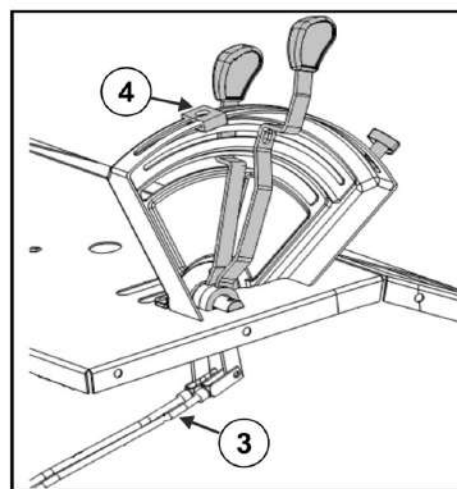

Рис. 4-31
* Скорректировать сцепление рычагов позиционного и силового регулирования при помощи сцепки (3 Рис. 4-31).
* Использовать позиционный бегунок для того чтобы отметить положение рычага силового регулирования (4).
* Использовать ограничитель для сохранения положения рычага силового регулирования (5).